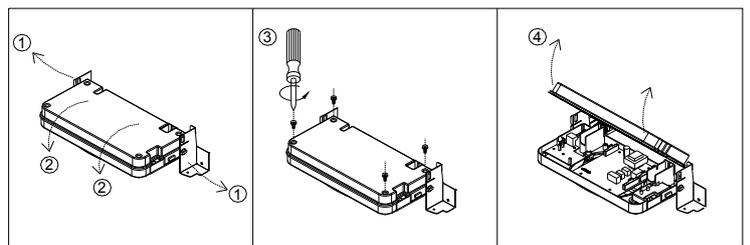

fig.13
**Pour accéder aux branchements électriques du tableau de commandes, procéder comme suit (fig.13):**
- Saisir simultanément les équerres du panneau de commandes (1) et, en les écartant, baisser le panneau en le faisant tourner vers le bas (2)
- Dévisser les quatre vis de fixation et retirer le capot (3)